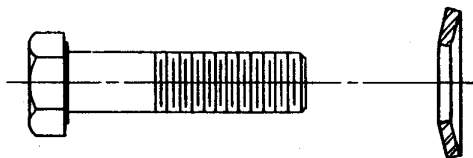
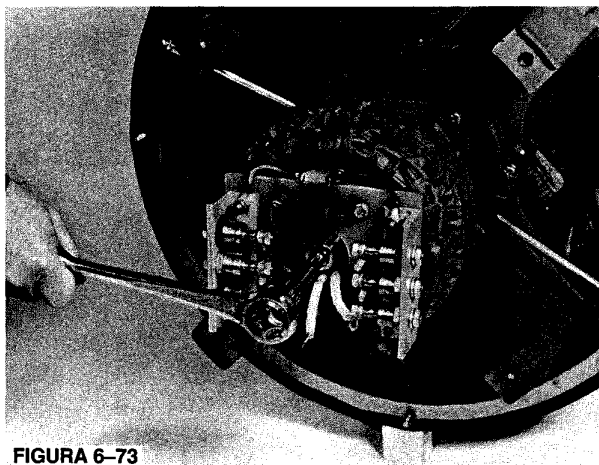
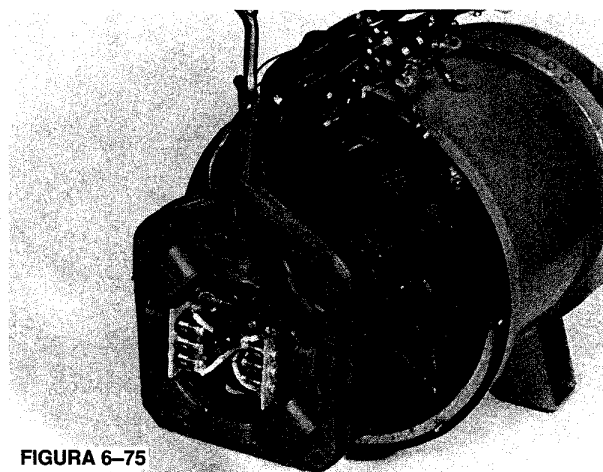

FIGURA 6-72
FIGURA 6-73
FIGURA 6-75
Introduzca el tornillo de casquete y la arandela Belleville (Figura 6-72) a través del orificio de montaje en la placa apartadora de aluminio y asegúrelos al eje (Figura 6-73). Apriete el tornillo de casquete hasta que la armadura se asiente en el eje. Torsione a un par de 84 pies-libra (114 N-m)
3. Ubique los cables del campo del excitador en la posición interior izquierda (9:00 en punto). Usando un dispositivo adecuado para levantar, ponga el estator del excitador en los patines de montaje del soporte del extremo delantero y alinee los orificios de montaje. (Figura 6-75.) Haga el montaje con los tornillos de casquete y las arandelas Belleville. (Figura 6-72.) Torsione los tornillos de casquete a un par de 60 pies-libra (81 N-m). Ubique y asegure los cables del estator del excitador alejándolos de toda parte móvil.